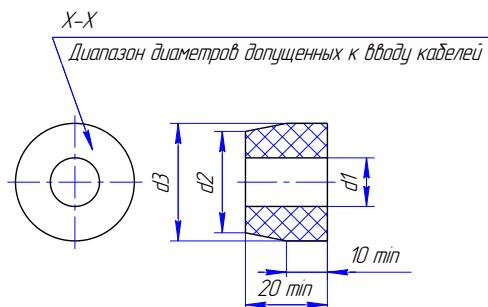

Рисунок 4. Чертеж средств взрывозащиты (продолжение). Кабельный ввод.
- кабельные вводы (см. рисунок 4) выполнены в соответствии с требованиями ГОСТ 31610.0, ГОСТ IEC 60079-1. Клапан должен применяться с кабельными вводами завода изготовителя или с другими кабельными вводами, которые обеспечивают защиту вида взрывонепроницаемая оболочка "d" уровень взрывозащиты 1, подгруппу IIC и степень защиты оболочки не ниже IP66. Кабельные вводы должны иметь температурный диапазон от минус 50 до плюс 60°C для обычного исполнения привода и от минус 60 до плюс 60°C для привода исполнения ХЛ;
3 - Кабельный ввод (варианты см. рисунок 4), 4 - Катушка (АГ-4В, провод ПЭТВ-2), 5 -